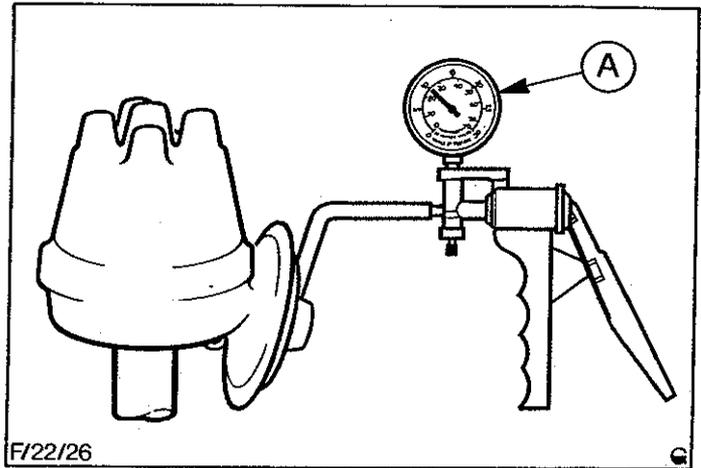

Abb.73 Vakuumpumpe an Verteiler angeschlossen
- a) Vakuumpumpe direkt an den Zündverteiler anschließen, Abb.73.